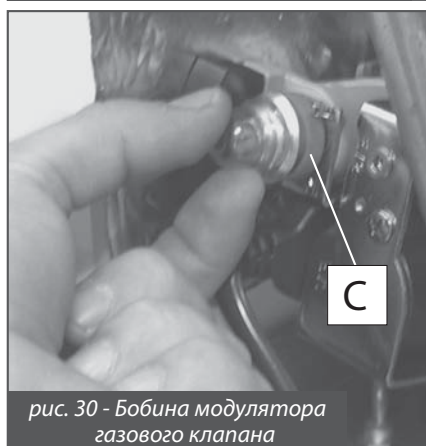

рис. 30 - Бобина модулятора газового клапана
- снять пластиковый колпачок **С** с верхней части бобины модулятора газового клапана (рис. 30), который предохраняет винты регулировки давления;